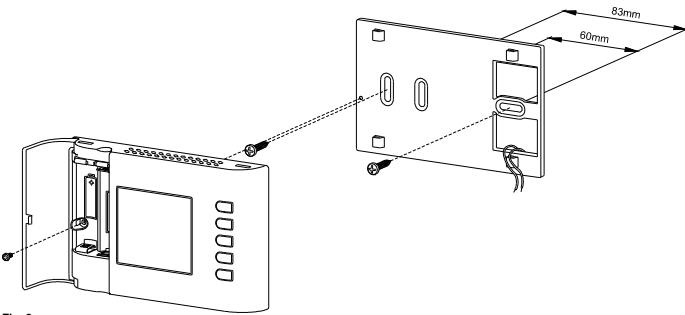
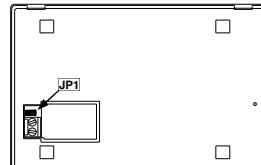

Fig. 2
Fig. 4
- Effectuer le branchement électrique de l'éventuelle sonde à distance, en faisant passer les fils à travers l'ouverture rectangulaire de la plaque murale (Fig. 2), en suivant le schéma de branchement de la Fig. 5. Lire le paragraphe "CONFIGURATION DE L'INSTALLATEUR" pour l'enlèvement éventuel du fil de raccordement JP1 (Fig. 4).